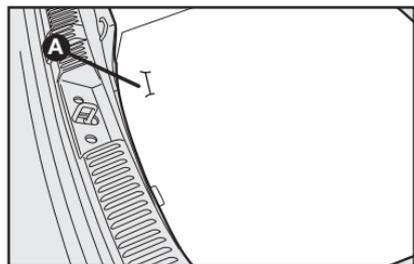

fig. 2
- Levantar o tapete de revestimento **A-fig. 2**;